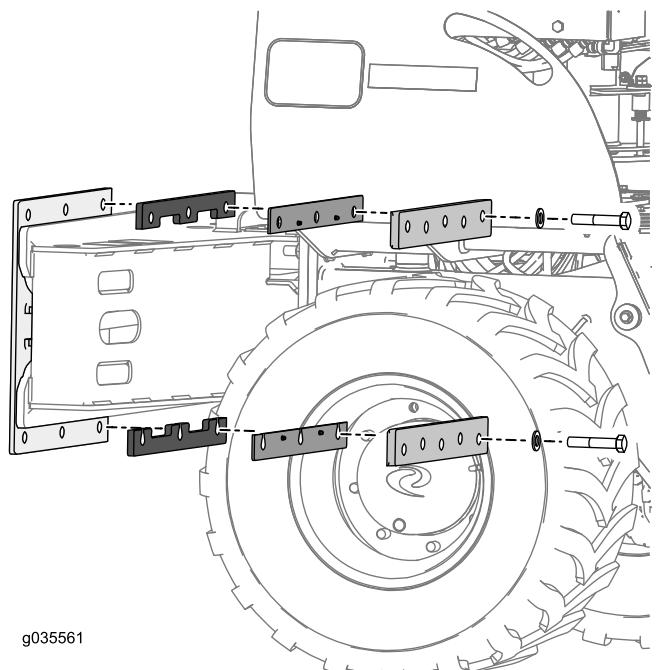

Figura 4
- Instale os espaçadores superior e inferior na placa de suporte do acessório de deslocamento, fixando-os com os 2 parafusos ($\frac{3}{4}$ " x 4") e 2 arruelas, como ilustrado na Figura 4.